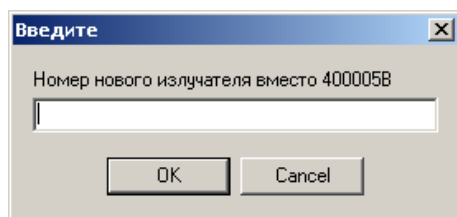

Рисунок 10 – Панель команды «Заменить на...»
- **Заменить на ...** - замена выбранного в списке излучателя, например, вышедшего из строя, на новый (исправный), с сохранением в новом излучателе настроек заменяемого излучателя. После выбора команды появится панель для ввода номера нового излучателя (Рисунок 10). Для подтверждения замены в панели необходимо нажать кнопку «**ОК**», при